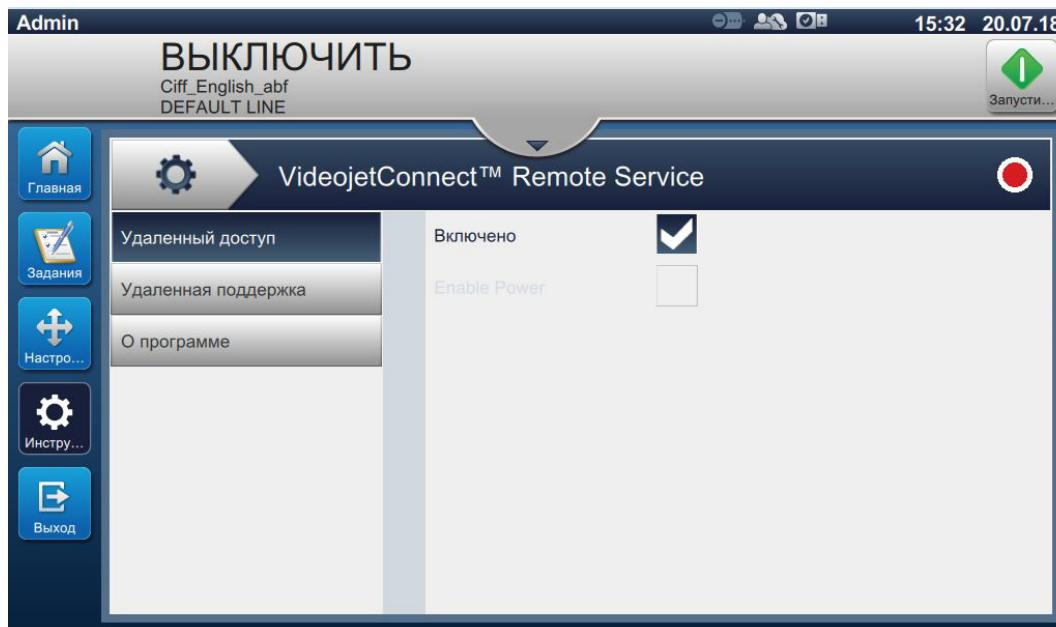

Рис. 6-25: Экран VideojetConnect Remote Service
1. Нажмите кнопку  на экране «Инструменты». Откроется экран «VideojetConnect Remote Service», как показано на Рис. 6-25.